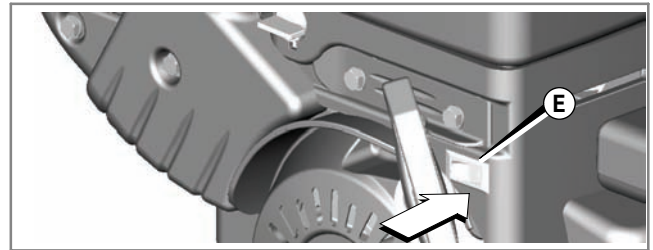

Abb. 6
3. Den Stoppschalter (**E**) (falls vorhanden) auf eingeschaltete Position stellen (Abb. 6).